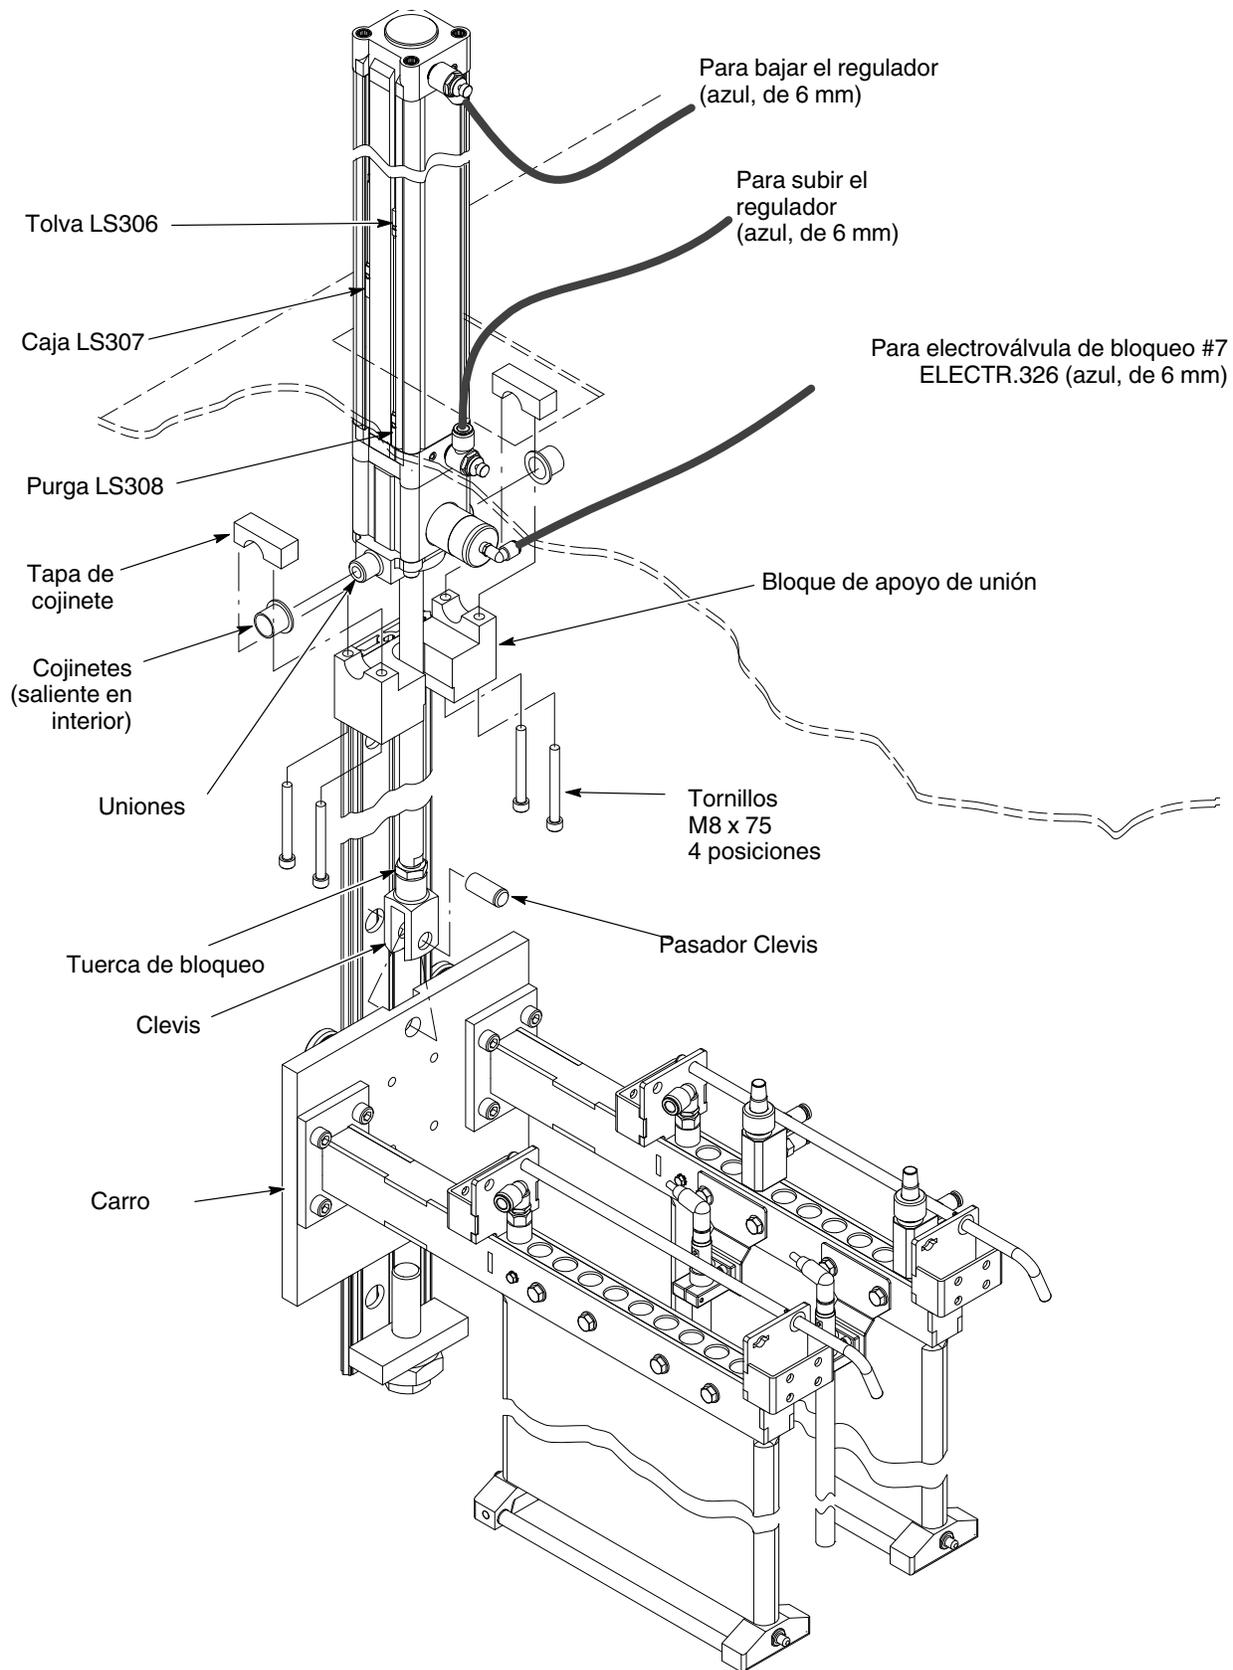

Figura 8-8 Sustitución del cilindro de elevación
5. Ver la figura 8-8. Desconectar los tubos de aire de las válvulas de control de flujo arriba y abajo , así como el bloqueo de cilindro en la parte superior e inferior del mismo.
2. Ver la figura 8-8. Instalar el saliente de unión en el cilindro nuevo.